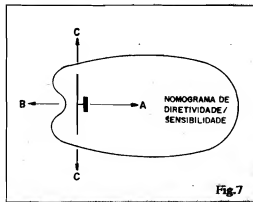

Fig.7
- FIG. 7 - "Lóbulo" da antena, ou padrão de diretividade/sensibilidade. No diagrama, o traço fino e longo representa um perfil do quadro/refletor, enquanto que o traço curto e grosso simboliza o perfil da "borboleta"... É essa "borboleta" que deve ficar apontada para a estação de UHF cujos sinais de TV se deseja captar. Pelo seu projeto, nossa antena apresenta o maior ganho e rendimento no sentido "A", um rendimento bem reduzido nas "costas" (sentido "B") e praticamente nenhuma captação pelas laterais (sentidos "C"-"C"). Esse padrão de sensibilidade deve, obrigatória-